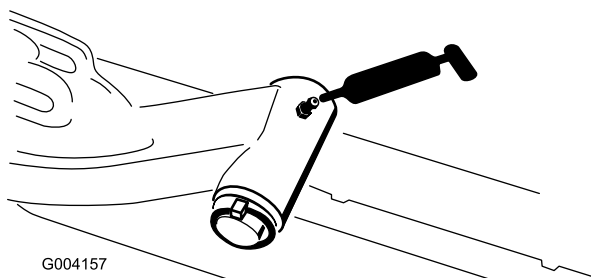

図 33
- ・ 昇降アームのピボット (各アームに1ヶ所) (図 33)